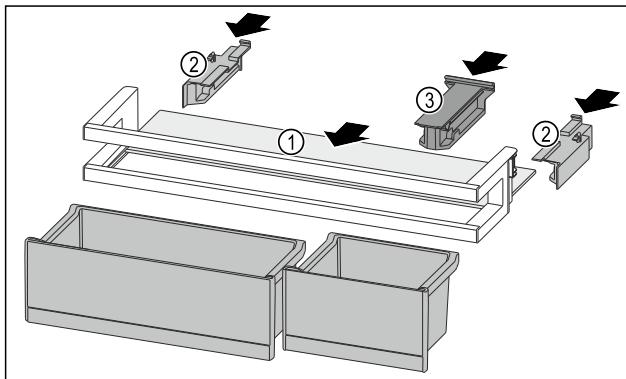

Fig. 96
- ▶ 将搁板 Fig. 96 (1)推入侧面凹槽。
- ▶ 插入侧面部份 Fig. 96 (2)。
- ▶ 插入定位件 Fig. 96 (3)。